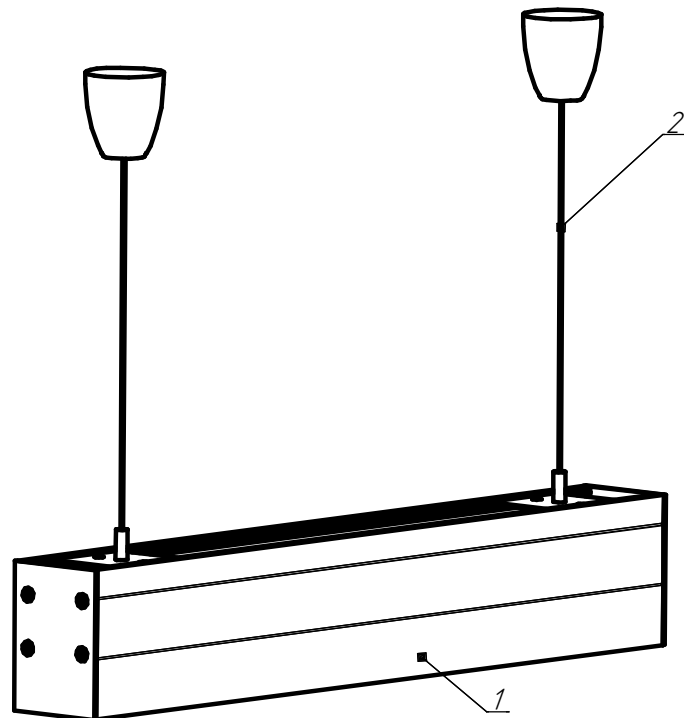

Рисунок 2 - Схема подвеса светильников
5.4 **Установка светильника на тросовый подвес (см. рисунок 2) :**